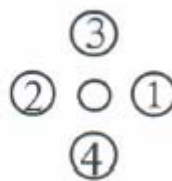

Рис.4
19. Среднее зубчатое колесо затягивается согласно рис.4 на 60 ± 5 Nm($6 \pm 0,5$ kgf.m), затем поворачивается на 90° с силой затягивания до 100-125 Nm(10-12,5kgf.m).